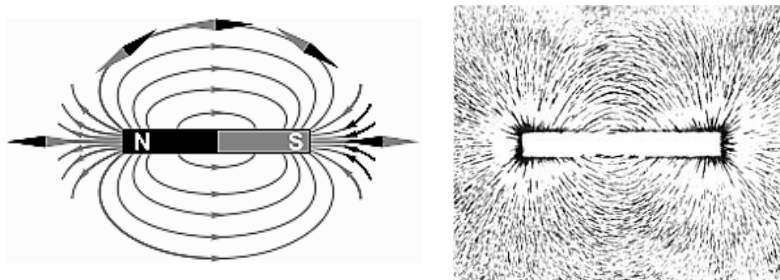

Рисунок 9.5
2) Линии магнитной индукции полосового магнита (рисунок 9.5).